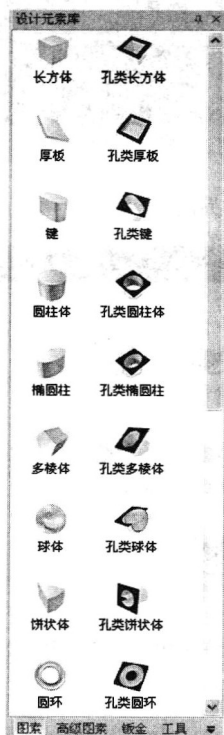

图 1-6 “图素”设计元素库
Step4 在如图 1-6 所示的“图素”设计元素库中选择“厚板”元素，放置于绘图区中。